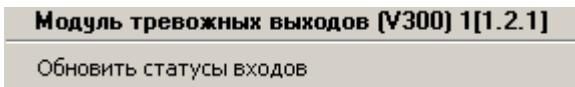

Рис. 4.7—1 Функциональное меню объекта Модуль тревожных выходов (V300)
Управление интерфейсным модулем V300 осуществляется в интерактивном окне **Карта** с использованием команд функционального меню объекта **Модуль тревожных выходов (300)** (Рис. 4.7—1, Таб. 4.7—1).